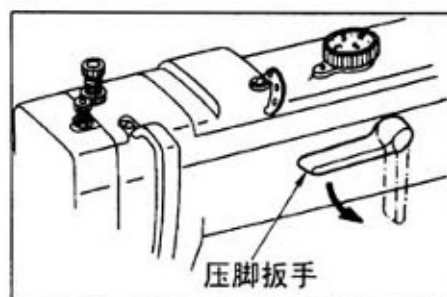

图 18
21、压脚扳手（图 18）：
将压脚扳手按图 18 所示箭头方向旋转。这时，内压脚提升。